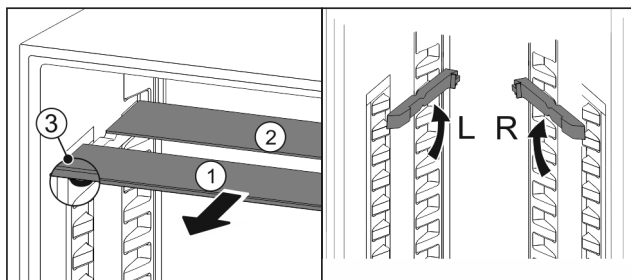

Fig. 48
- ▶ По одной извлеките Fig. 48 (1) стеклянные панели движением вперед.
- ▷ Стеклянная панель Fig. 48 (1) с декоративной планкой лежит спереди.
- ▷ Стопоры Fig. 48 (3) показывают вниз.